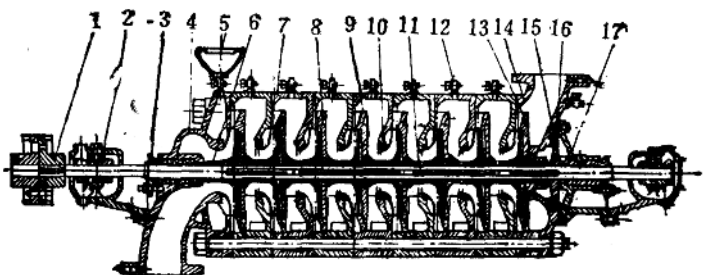

图 6 DA型水泵剖面图
(3) 多级离心泵：这种泵是将几个叶轮装在一根轴上串联地工作，有几个叶轮，就称几级泵。它的扬程和轴功率是各个叶轮的单级扬程和轴功率之和。扬程较高，一般在 $10 \sim 350$ 米。它的结构复杂，比较笨重。如DA型泵、XD型泵属于这类。(图6)
(4) 自吸离心泵：在启动前无须向吸入管内灌水就能